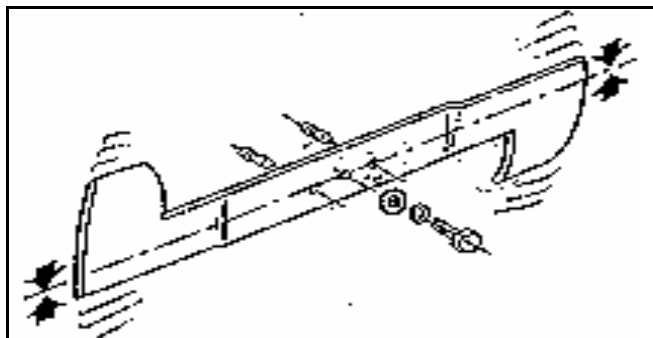

Fig. 33
2. Tijdens het vervangen van de messen, verzeker u ervan de stukken in juiste volgorde terug te plaatsen, eveneens het vastzetten ervan, om zo belangrijke trillingen te voorkomen. (Voor fig. 33). De deflektors moeten zich aan de bovenkant bevinden. Zoniet, snijden de messen niet.
VEILIGHEIDSPINNEN (Fig. 33)